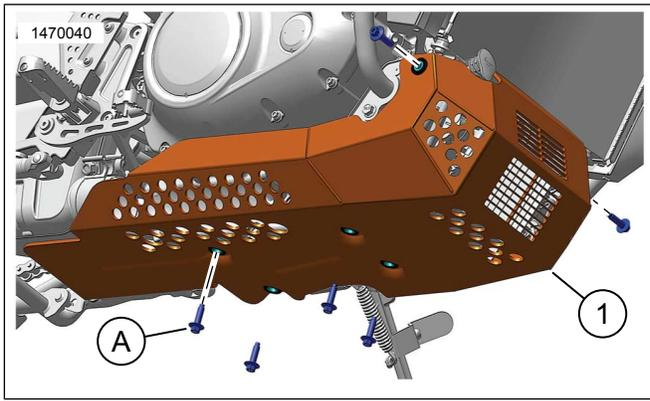

Figure 3.
1. Voir la figure 3. Position de la **nouvelle** plaque de protection (1).